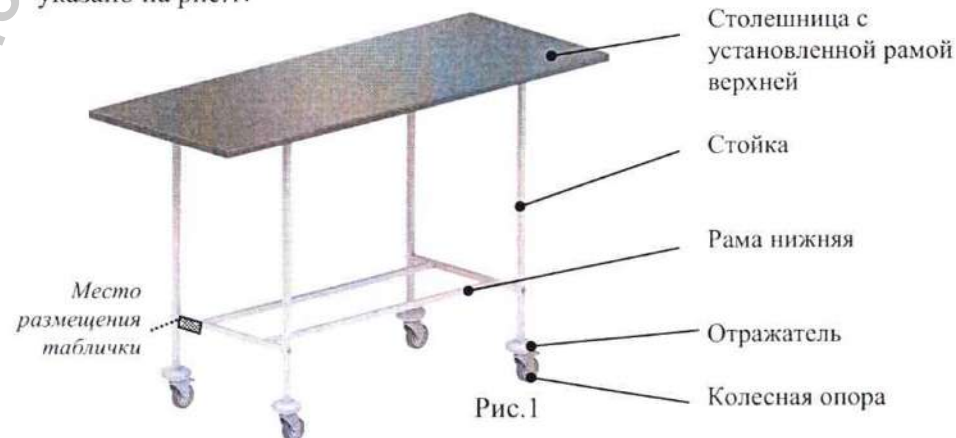

Рис. 1
- 4.3. На раму нижнюю наклеить маркировочную табличку (наименование изделия, зав. №, год выпуска). Место установки маркировочной таблички указано на рис. 1.